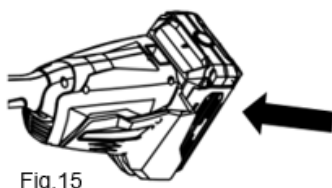

Fig. 15
1. Placez l'adaptateur sur la machine (Fig. 15).